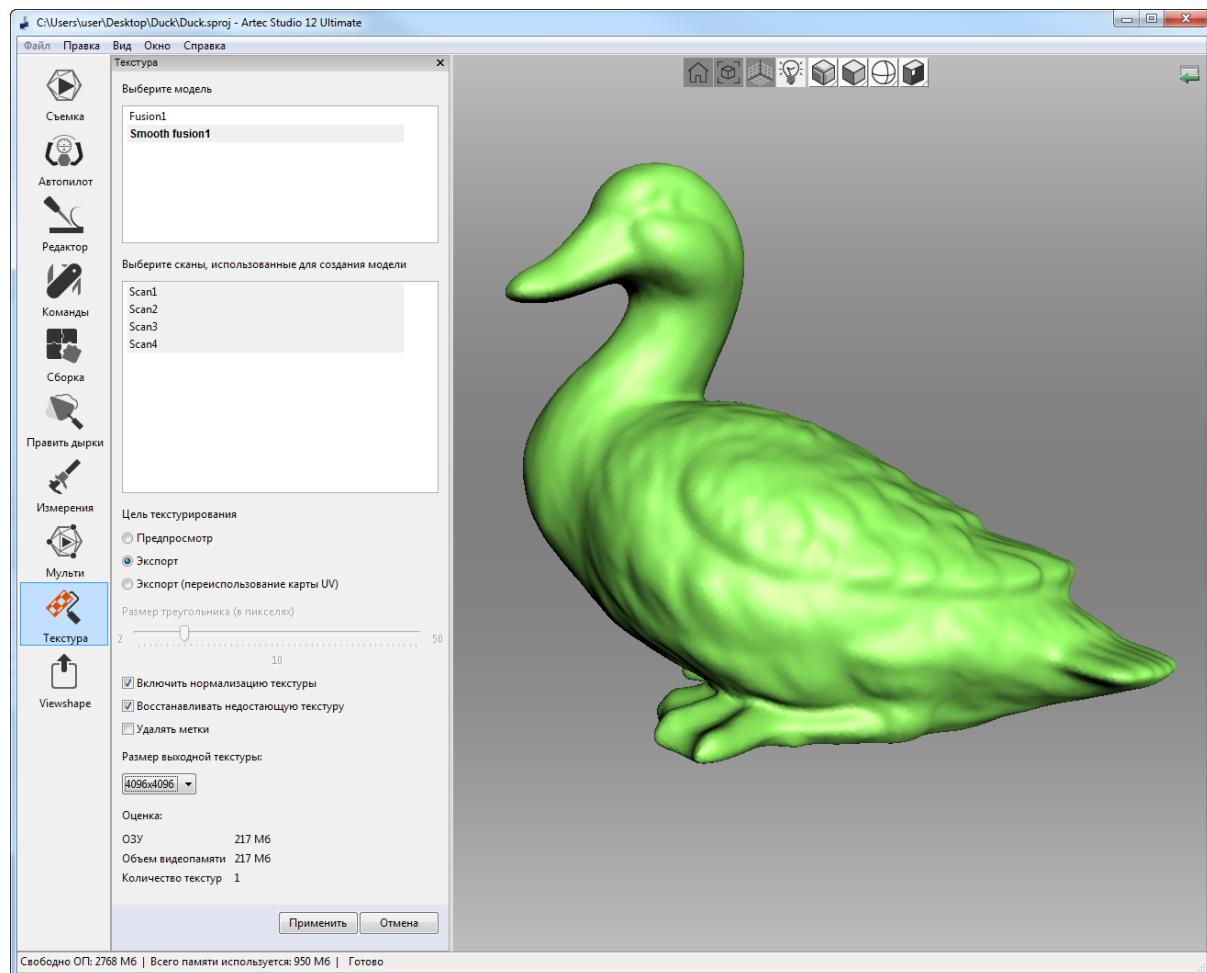

Рис. 8.44: Выбор метода текстурирования и настройка его параметров
2. Выберите модель модель из первого списка (см. Рис. 8.44); Artec Studio будет текстурировать эту модель